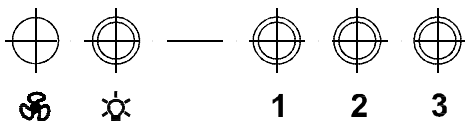

РИС. 11
7.2.1. Кнопочный переключатель (рис.11) с лампой индикации имеет четыре кнопки с фиксацией.